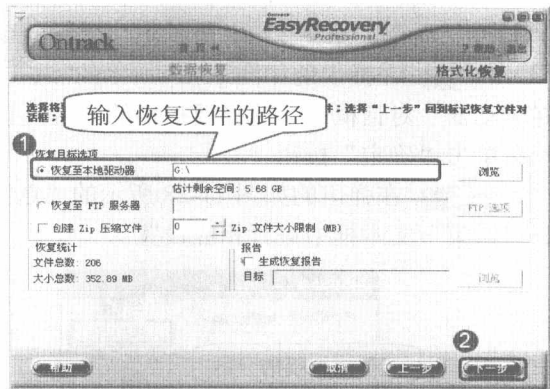

图 11-24 设置恢复文件的保存路径
步骤⑥ 在弹出的窗口中设置恢复文件的保存路径，如图 11-24 所示。